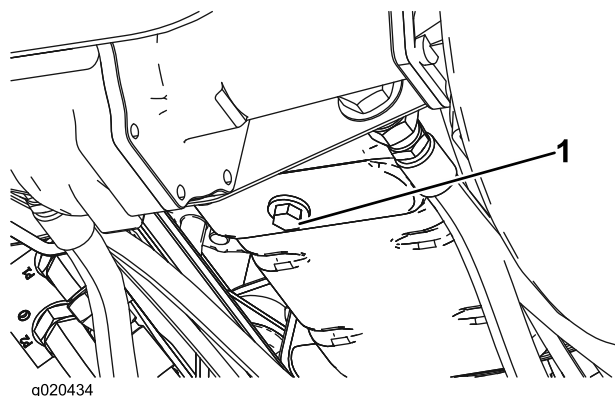

Figure 51
1. Retirez le bouchon de vidange (Figure 51) et laissez couler l'huile dans un bac de vidange. Remettez le bouchon en place lorsque la vidange d'huile est terminée.